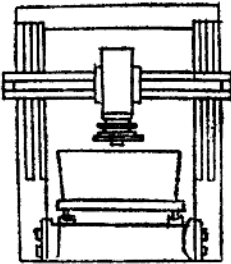

图1-1 龙门式结构
1. 龙门式 所谓龙门式就是将立柱做成门式形体，如图1-1所示。工作台固定在床身上，主轴头可作横向坐标移动，根据加工的需要，可在机床的横梁上装设几个主轴头，以满足同时加工出几个型孔。这种机床的优点是刚性好，可做成中、大型电火花穿孔机床。